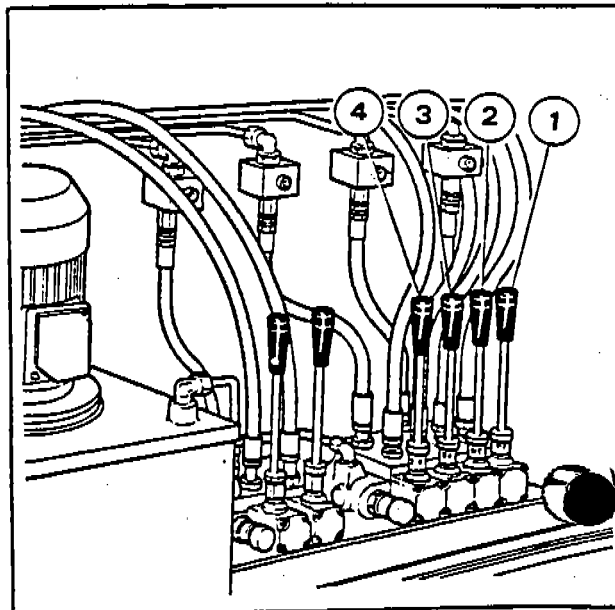
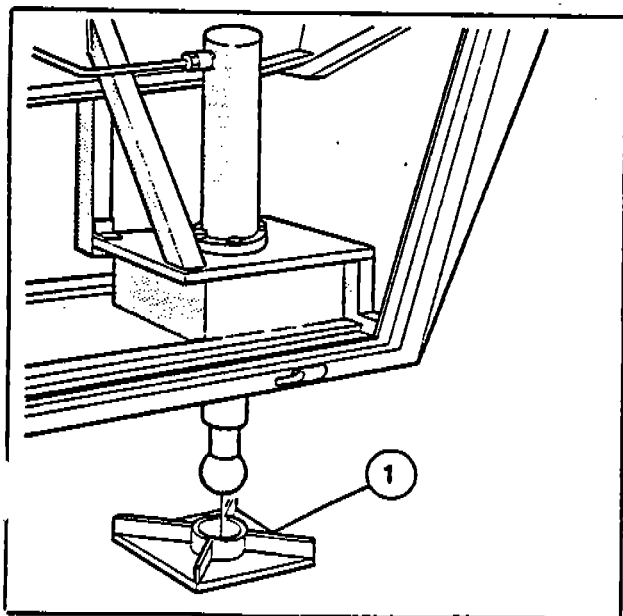

Fig. 4
Fig. 5
- a) Posizionare la piastra (1-Fig. 5) di appoggio sotto lo stelo del cilindro stabilizzatore, facendo attenzione che sede stelo sulla piastra e stelo, siano centrati.
- b) Lift the trailer hydraulically, with the handles as per Fig. 4:
b) Sollevare il carro, azionando le leve distributore (Fig. 4):
c) Con una bolla di precisione, controllare il livellamento e se necessario, livellare il carro agendo sulle leve (Fig. 4) dei martinetti stabilizzatori (Fig. 5), fino a portarlo in posizione perfettamente orizzontale.
a) Place support plate (1-Fig. 5) under the stabilizing cylinder stem, paying attention that stem seat on plate and stem are aligned.
b) Lift the carriage, by activating distributor levers (Fig. 4):
c) Using a spirit level, check for correct leveling; if necessary level the carriage by means of jack arms (Fig. 5) levers (Fig. 4), until reaching the horizontal position.
a) Posizionare la piastra (1-Fig. 5) di appoggio sotto lo stelo del cilindro stabilizzatore, facendo attenzione che sede stelo sulla piastra e stelo, siano centrati.
c) Con una bolla di precisione controllare il livellamento e se necessario, livellare il carro agendo sulle leve (Fig. 4) dei martinetti stabilizzatori (Fig. 5), fino a portarlo in posizione perfettamente orizzontale.